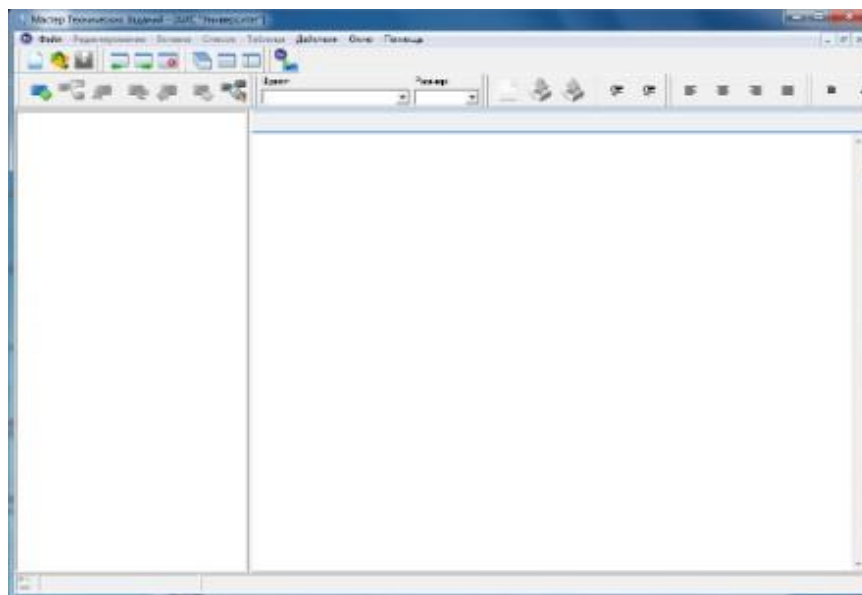

Рисунок 42 – Форма заполнения ТЗ
- 5.4. По нажатию вида ТЗ откроется форма, которую необходимо заполнить (рис.42).